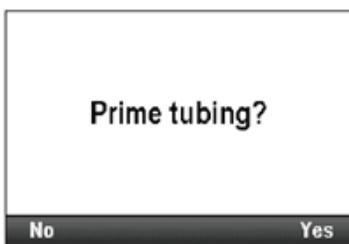

Figura 8: Pantalla "¿Desea cebar la línea?"
4. Presione **Sí** para cebar la línea o **No** si la línea se cebó previamente. Vea la figura 8.